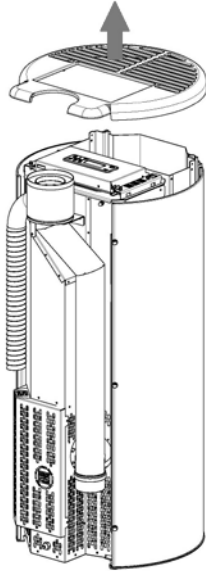

Fig. 72 - Verwijdering top
- Verwijder het gietijzeren deksel (zie **Fig. 72**).